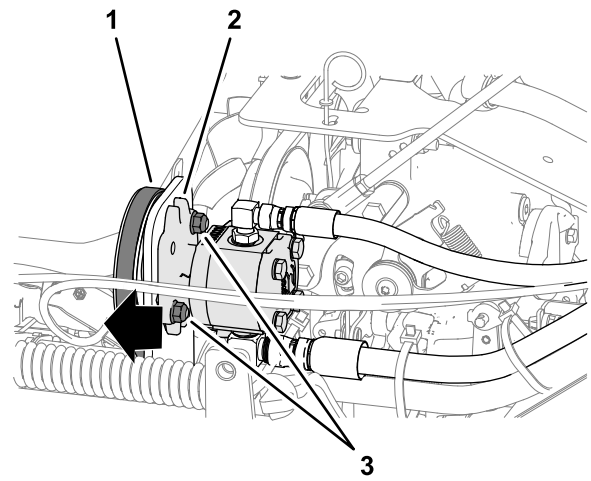

Figura 49
4. Deslice la bomba hacia fuera (Figura 49) en las ranuras y apriete las contratuercas con arandela prensada a 37 – 45 N·m (27 – 33 pies-libra).
3. Afloje las 2 contratuercas con arandela prensada (⅜") que sujetan la bomba auxiliar al soporte de montaje (Figura 49).